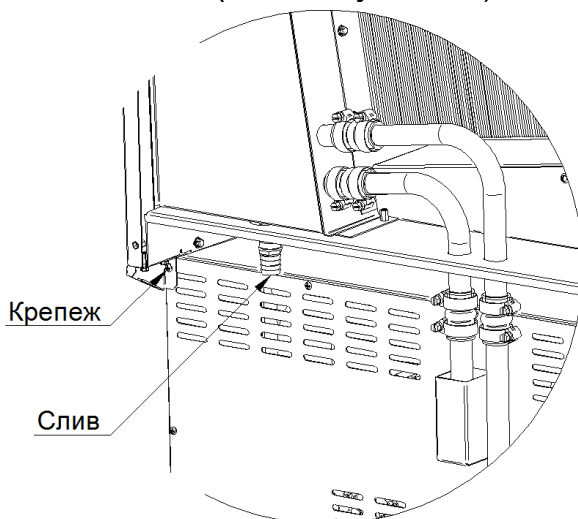

Рисунок 11
12. Зафиксировать зонт сзади крепежом печи в верхних углах конвекционной печи (см. Рисунок 11);
13. Подсоединить шланг для слива к патрубку слива зонта и стянуть хомутом 20-32 KOVOPOЛ из комплекта (см. Рисунок 11);